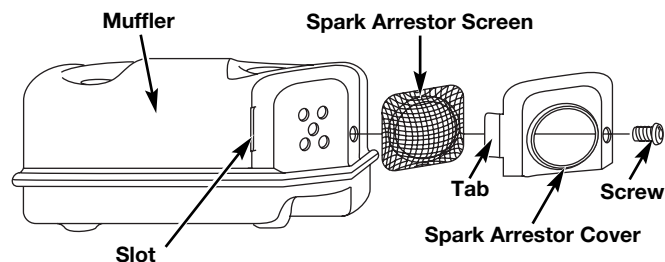

Fig. 37
- Retirez la vis retenant le couvercle du pare-étincelles au silencieux à l'aide d'un tournevis à lame plate ou à mèche no. T-20 Torx (Fig. 37).